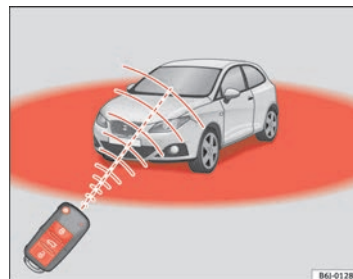

Fig. 44 Raggio d'azione del telecomando
Inoltre, la spia della batteria della chiave $\Rightarrow$ fig. 44, lampeggia.
- Il telecomando a radiofrequenza ha un campo d'azione limitato, al di fuori del quale il suo uso non produce effetto alcuno ⇒ pag. 81, fig. 44.